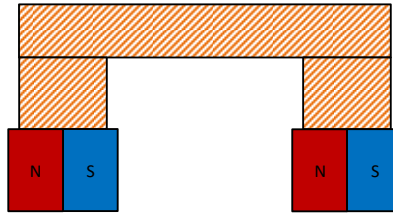

Figura 2: Dispositivo de frenado.
- Utilizando dos imanes de neodimio construya el dispositivo de la figura 2. Intente frenar el disco.
- Varíe el voltaje de la fuente desde un voltaje bajo hasta el voltaje máximo y utilice un imán para frenar. Repita el experimento utilizando el dispositivo de la figura 2.